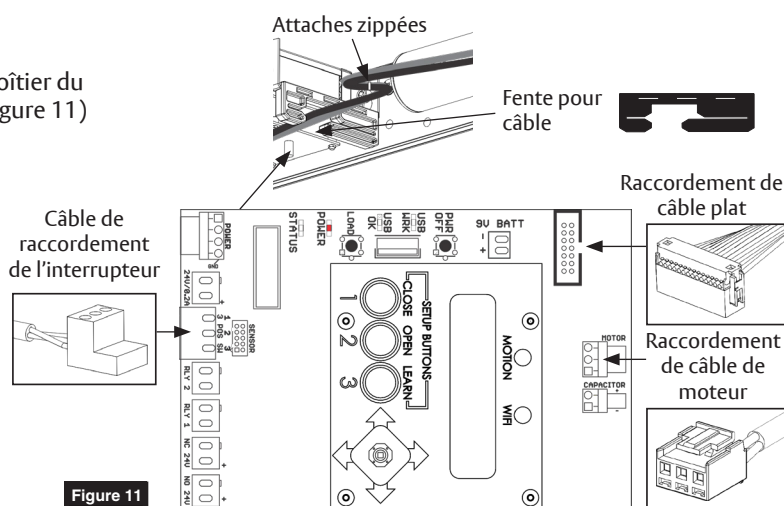

Figure 11
4. Brancher le moteur et les câbles plats du boîtier du ferme-porte à l'alimentation électrique. (Figure 11)
- Utiliser la fente dans le bloc d'alimentation pour alimenter les connecteurs au panneau. (Figure 11)
- Utiliser les attaches zippées fournis pour gérer tout excès de câble entre le ferme-porte et le bloc d'alimentation afin que le couvercle puisse être fixé sans endommager les câbles. (Figure 11)
5. Raccorder l'interrupteur à l'alimentation électrique. (Figure 11)